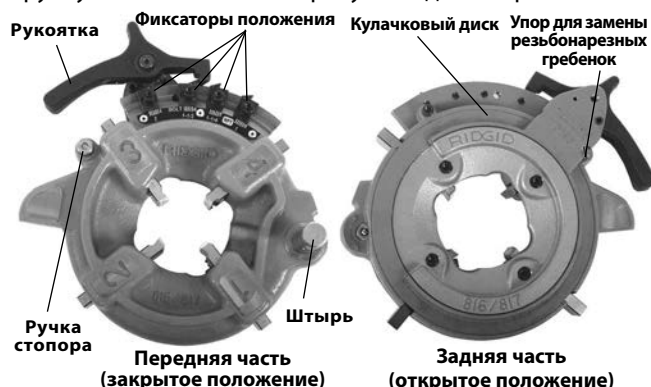

Рис. 13 – Полуавтоматическая резьбонарезная головка
2. Нажмите на рукоятку, так чтобы кулачковый диск был прижат к упору для замены резьбонарезных гребенок (Рис. 13). Механизм кулачкового диска/рукоятки приводится в действие пружиной и перемещается при нажатии.